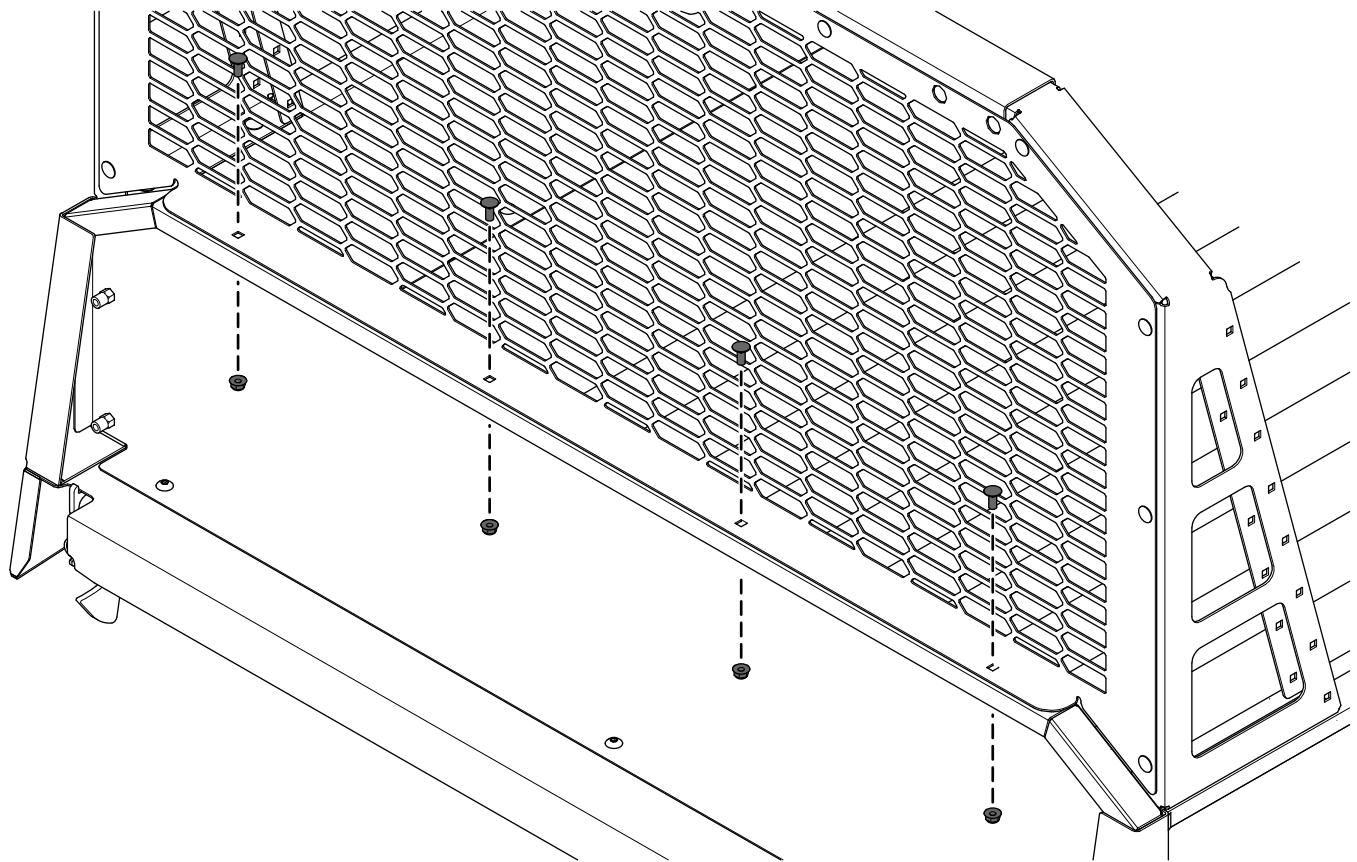

図 6
8. ラックアセンブリを荷台に載せて荷台に仮止めするキャリッジボルト 5/16 x 3/4" 8 本とロックナット 5/16" 8 個を使用して図 5 と図 6 のように取り付ける。